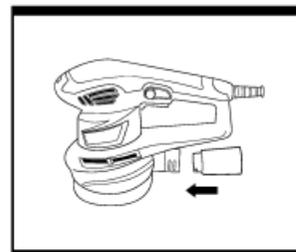

Fig. 4
5. ATTACHING SANDER TO VACUUM (Fig. 4)
(Fig. 4)